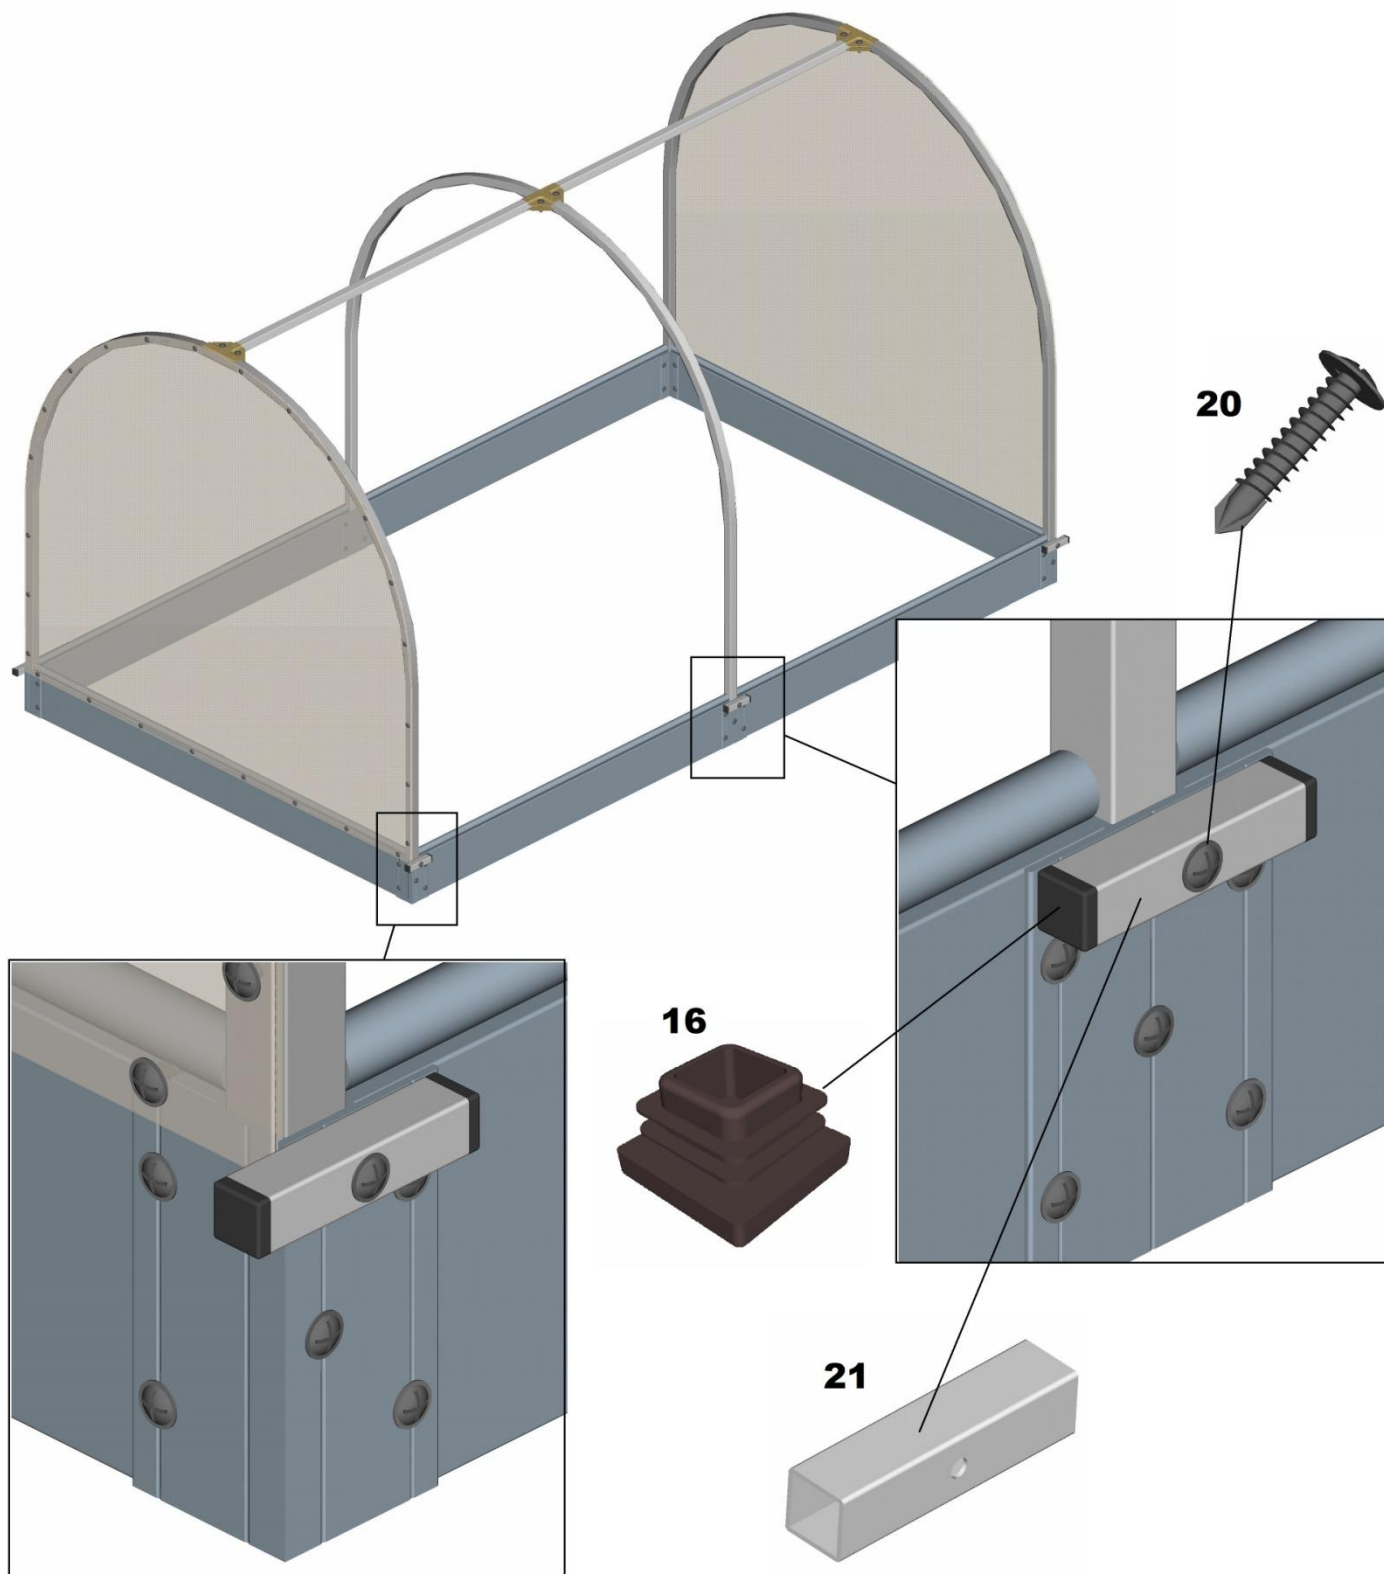

Рис. 3.6
6. Прикрепите к основанию парника упорные планки (поз. 21), установив их вровень с торцами соединителей, как показано на рис. 3.6. Для крепления используйте саморезы длиной 25 мм с наконечником типа «сверло» (поз. 20).